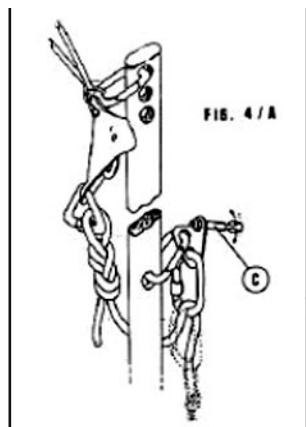

FIG. 4/A
3) Установить страховочный карабин в нижнее отверстие ушка нового крюка и встегнуть к нему страховочную веревку от страховщего (крупно показана на **Рис.73-fig.4/A**, прим. мое, КБС).
6) Подняться по 3-ступенчатой лесенке, встать одной ногой на ее последнюю ступеньку, а второй - на короткое стремя (Рис.73-fig.3 и 4) и закрепиться грудной обвязкой к верхнему карабину мини-шеста, вставленному в верхнее из трех его отверстий (Рис.73-fig.4 и 4/A).
Страховочная веревка должна быть привязана к беседочному МР при помощи узла "восьмерка" (**Рис. 73-fig.4/A**). После того как закончатся ушки, следует закрепить основную (статическую) веревку на последней точке и спускаться на спусковом устройстве, не отстегивая страховочную веревку. По пути спуска следует снимать ненужные ушки, позаботившись оставить на месте два верхних (для максимальной безопасности!!!). В момент перестегивания на статическую веревку, следует быть уверенным в надежности страховки со стороны страховщика.